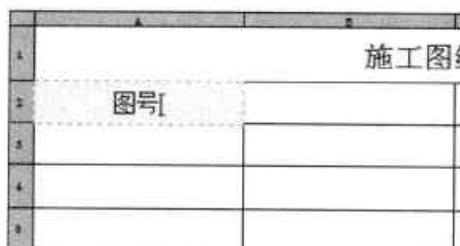

图8-67 设置文字高度
Step06 选中输入的文字内容，执行“文字高度”命令，将文字高度设为8，其结果如图8-67所示。